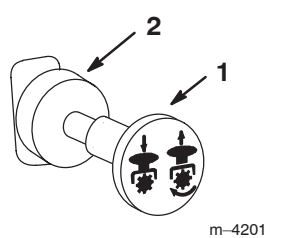

Figure 10
3. Placez la commande de prise de force (PDF) en position désengagée (Fig. 10).